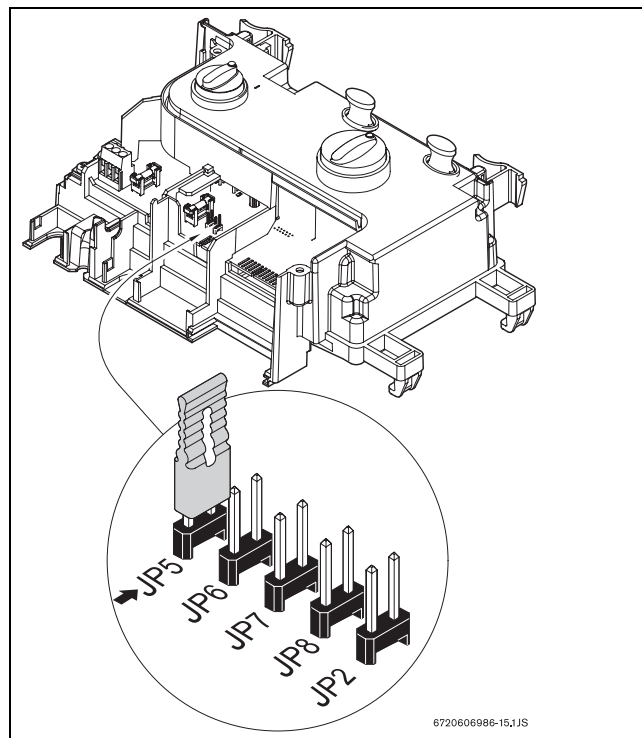

Fig. 18
- **Solo per LC17** - il ponticello JP5 è già inserito (vedere →Fig. 18) per tutti i tipi di gas. Per il LC 17 la trasformazione del gas è già ultimata, registrarla quindi nella targhetta delle caratteristiche dell'apparecchio.